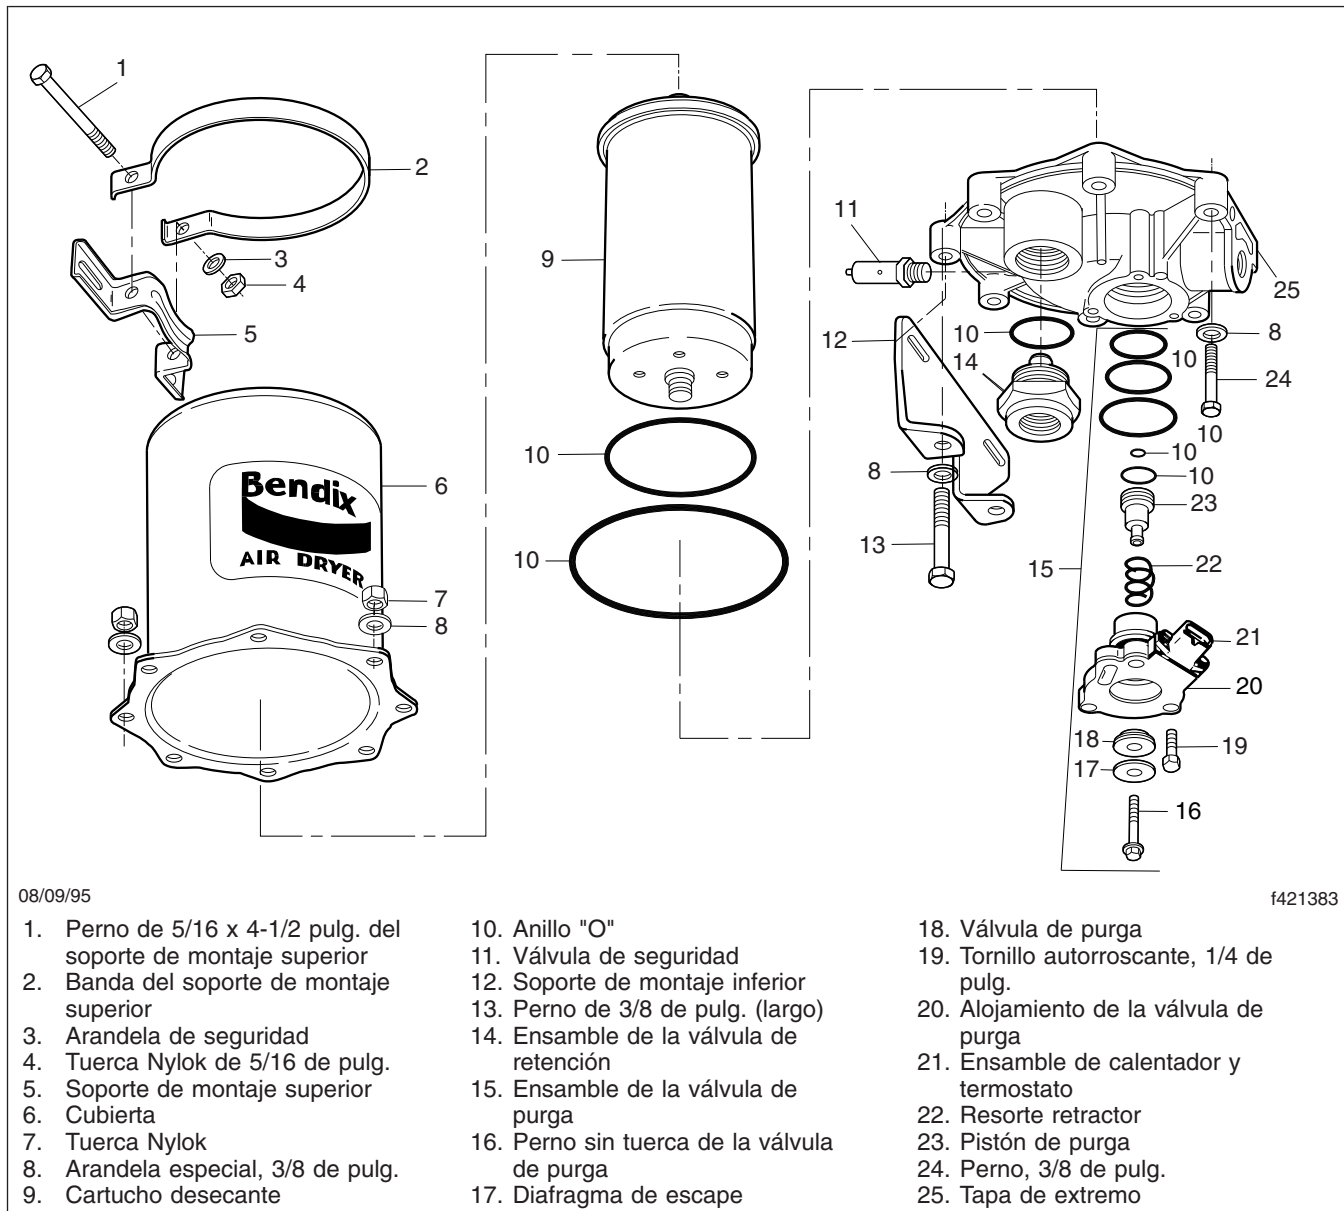

Figura 1, Secador de aire AD-9 (vista desglosada)
8. Coloque el secador de aire en un banco y quite los 6 pernos restantes, las 12 arandelas, las 6 tuercas Nylok y la cubierta. Vea la **Figura 1**. Deseche las tuercas Nylok. Retire el anillo "O" ubicado entre la tapa de extremo a la cubierta.